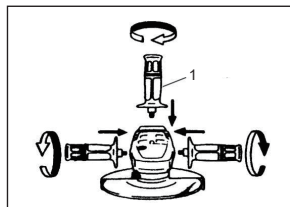

Рис.6
■ Перед началом работы убедитесь, что вспомогательная рукоятка надежно установлена. Надежно прикрутите боковую рукоятку в положении инструмента, как показано на рис.6.